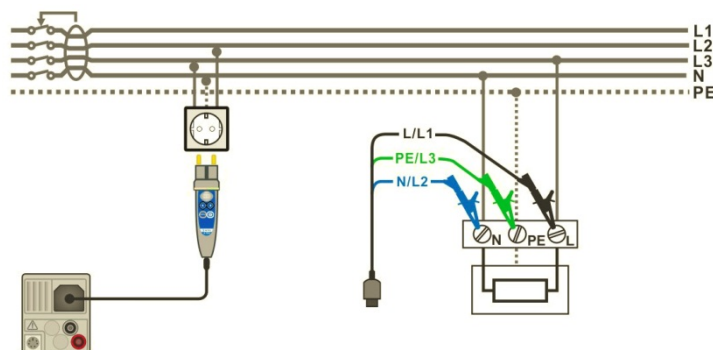

Abbildung 7.32: Anschluss des Commander-Prüfsteckers und der Dreileiter-Prüfleitung
- Schließen Sie die Prüfleitungen am Prüfling an, siehe Abbildung 7.32